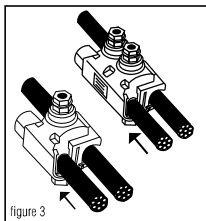

figure 3
4. Insert the tap cable into the tap side of the connector until it is seated in the remaining end cap. **See figure 3.**
4. Inserte el cable de derivación en el lado de derivación del conector hasta que tope contra la tapa terminal que queda. **Vea la ilustración 3.**